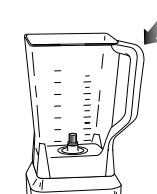

Fig. 3a
- 5 Le pichet peut être installé sur le bloc-moteur de deux façons: la poignée peut être sur le côté droit ou le côté gauche avant (**Fig. 3a, Fig. 3b**).